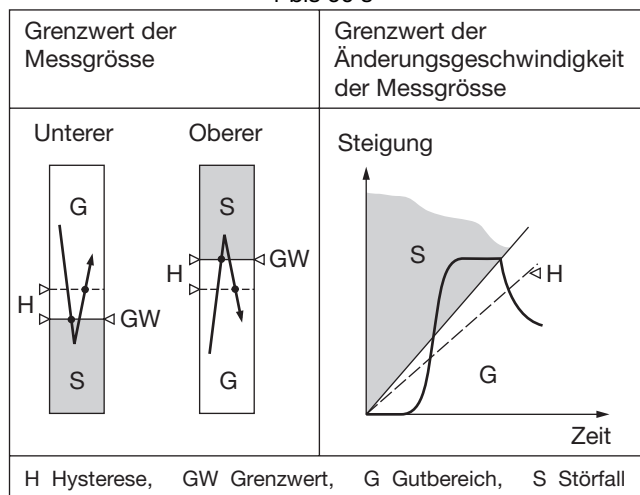

Bild 3. Schaltverhalten, je nach Grenzwert-Typ.
- zur Überwachung der Messgröße als unterer oder oberer Wert zwischen – 10 und +110%² (siehe Bild 3, links)
zwischen ± 1 und ± 50%/s² (siehe Bild 3, rechts)